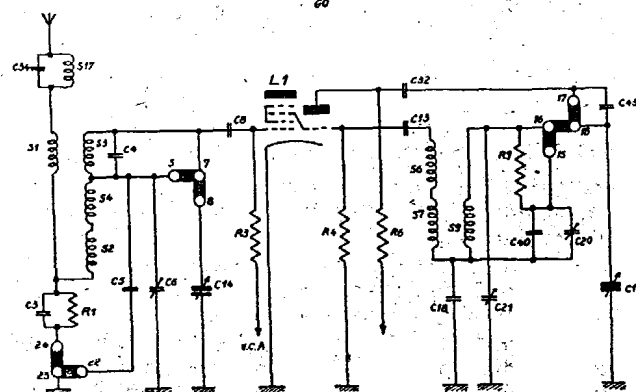

Fig. 4
**GAMME G. O.** (figure 4).**Circuit d'accord.**